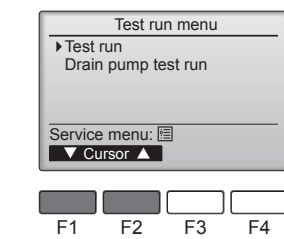

Fig. 7-4
- ④ Sélectionnez "Test run" (Test fonctions) à l'aide du bouton [F1] ou [F2] puis appuyez sur le bouton ④. (Fig. 7-4)